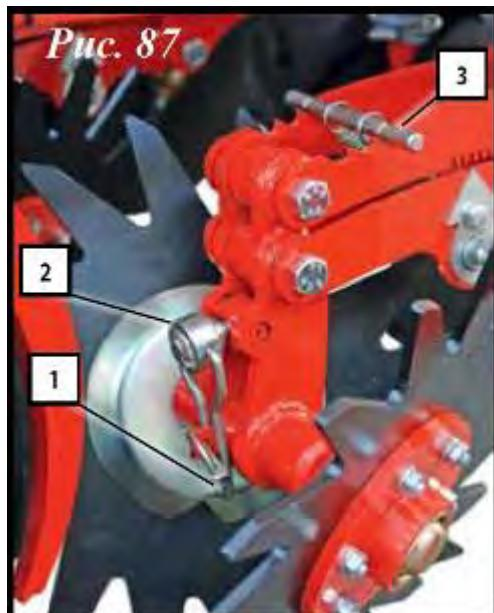
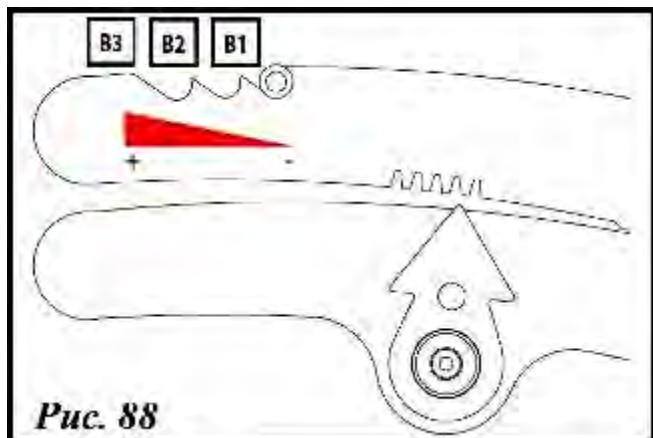

Рис. 87
Рис. 88
Для регулировки давления ножа потянуть за рукоятку (3, рис. 87) и переместить ее в одно из 3 рабочих положений (B1, B2 или B3, рис. 88).
- 1 - Вынуть штифт (1, рис. 87), чтобы разблокировать рукоятку (2, рис. 87).
- 2 - Одной рукой поднять ножи, а второй рукой повернуть рукоятку до нужной высоты ограничителя, ориентируясь по шкале указателя высоты (3, рис. 87).
- 3 - Когда необходимая высота установлена, опустить рукоятку и закрепить ее штифтом (2, рис. 87), чтобы зафиксировать заданную высоту.